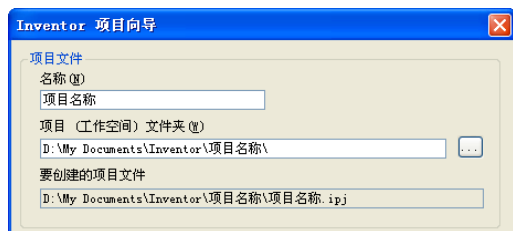
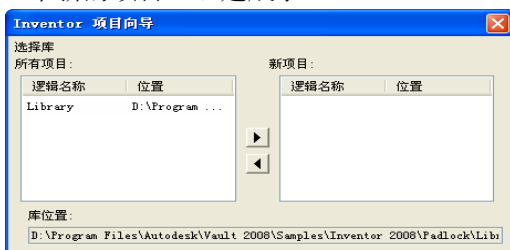

图 1-60 新建项目向导
图 1-61 选择项目包含的库
后单击【下一步】按钮，则出现如图 1-60 所示的对话框。
(2) 在该对话框中我们需要设定关于项目文件位置以及名称的选项。项目文件是以 .ipj 为扩展名的文本文件。项目文件指定到项目中的文件的路径。要确保文件之间的链接正常工作，必须在使用模型文件之前将所有文件的位置添加到项目文件中。
(3) 在【名称】一栏里输入项目的名称，在【项目（工作空间）文件夹】一栏中，设定所创建的项目或用于个人编辑操作的工作空间的位置。必须确保该路径是一个不包含任何数据的新文件夹。默认情况下，项目向导将为项目文件 (.ipj) 创建一个新文件夹，但如果浏览到其他位置，则会使用所指定的文件夹名称。【要创建的项目文件】一栏显示指向表示工作组或工作空间已命名子文件夹的路径和项目名称，新项目文件 (*.ipj) 将存储在该子文件夹中。
(4) 如果不需要指定要包含的库文件，点击图 1-60 所示对话框中的【完成】按钮，即可完成项目的创建。如果要包含库文件，点击【下一步】按钮，在图 1-61 所示的对话框中指定需要包含的库的位置即可，最后单击【完成】按钮，一个新的项目已经建成了。